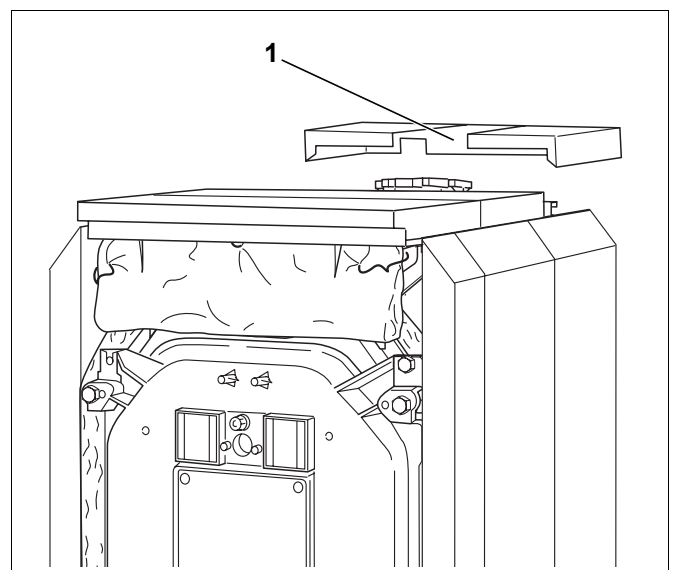

Fig. 54 Montaggio del pannello di copertura posteriore
- ▶ Montare il pannello di copertura inferiore della caldaia con le piegature e l'asola di aggancio per la mandata del circuito di riscaldamento (fig. 54, [1]) davanti sui pannelli laterali.